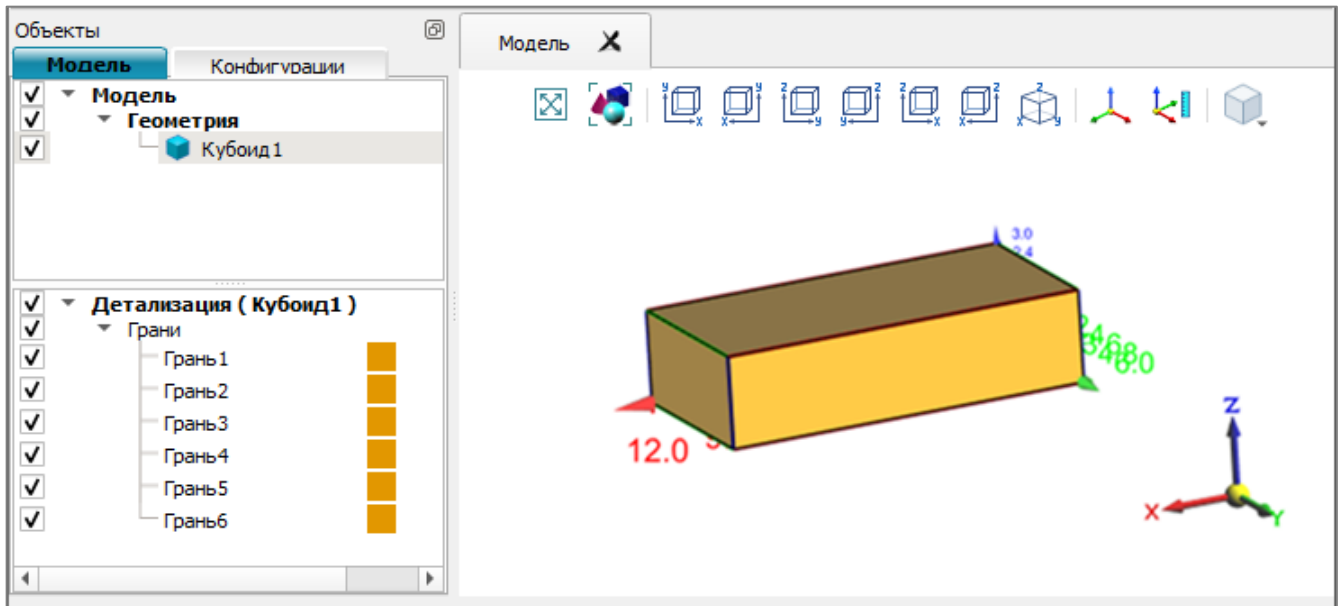

Рис. 13
2) в окне создания объекта отредактировать свойства примитива и нажать кнопку «Создать». Кубоид примет вид в соответствии с назначенными параметрами, в дерево «Объекты» в дерево «Модель» в раздел «Геометрия» будет добавлен новый элемент *Кубоид*, в дереве «Детализация» создан раздел элементов «Грани» (рис. 13).